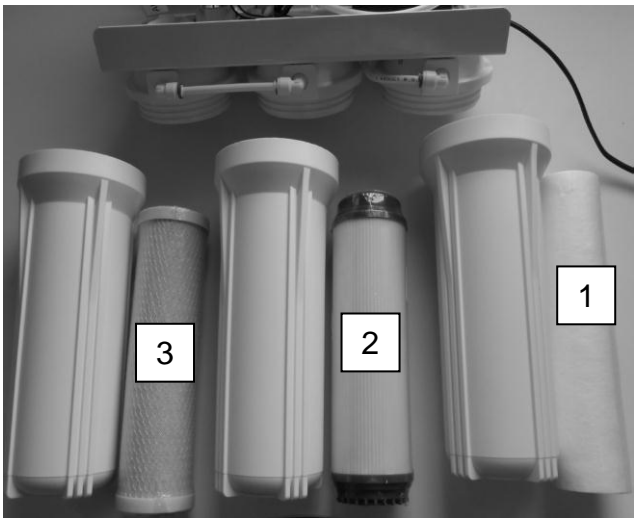

Fig. 1
3. Coloque el dispositivo en una superficie plana y quite la tapa; extraiga, destornillándolas con la llave suministrada (1NPUA0032), la caja del cartucho pre-filtro de sedimentos PP, del cartucho GAC y del cartucho del filtro de carbón block CTO (Fig. 1).